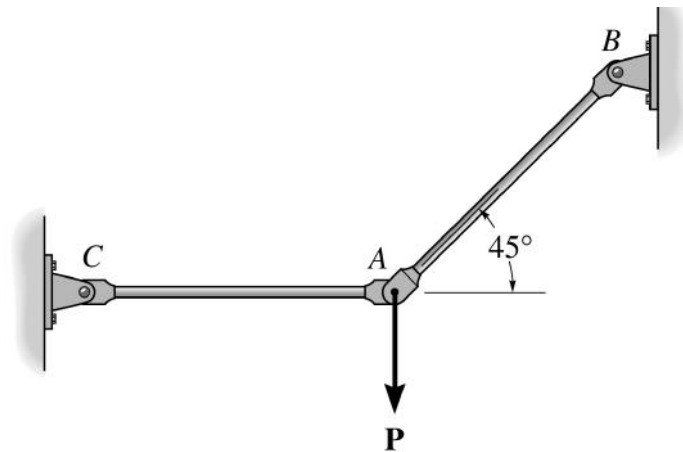

Figura 2.5
2.1.5 As duas hastes de alumínio da Figura 2.5 suportam a carga vertical P = 20 kN. Determine os diâmetros mínimos se o esforço de tração admissível para o alumínio for 150 MPa.